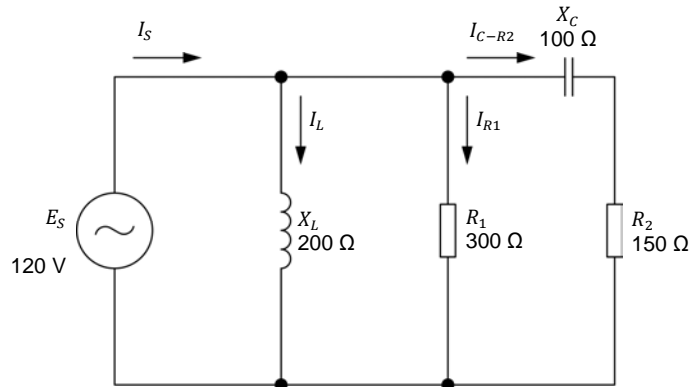

Figure 4-12. Circuit ca contenant deux résistances, une bobine et un condensateur.
4. Calculez la puissance active P_{R_2} dissipée dans la deuxième résistance (R_2) du circuit de la figure 4-12.
5. Calculez la puissance apparente S_{C-R_2} du condensateur et de la deuxième résistance (R_2) dans le circuit de la figure 4-12.
6. Calculez la puissance active P_{R_1} dissipée dans la première résistance (R_1) du circuit de la figure 4-12.
7. Calculez la puissance réactive totale Q dans le circuit de la figure 4-12.
8. Calculez la puissance apparente S dans le circuit de la figure 4-12.
9. Calculez le courant de source I_S dans le circuit de la figure 4-12.
10. Calculez le facteur de puissance PF du circuit montré dans la figure 4-12.